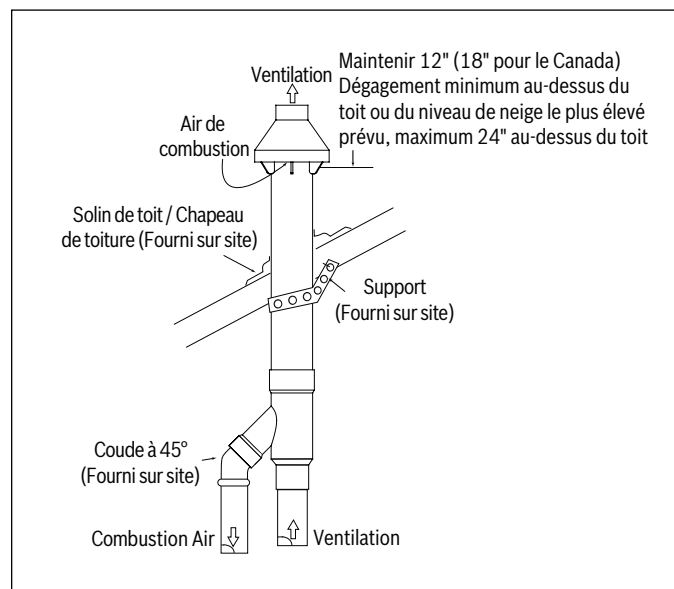

Figure 34
- Assemblez partiellement le kit de terminaison d'évent concentrique comme illustré à la Figure 34 et aux tableaux 15 et 16. Raccord d'évent concentrique en ciment Y sur un tuyau de kit de plus grand diamètre. Voir tableaux 15 et 16. Bouchon de pluie en ciment pour tuyau de kit de plus petit diamètre. Voir tableaux 15 et 16.
- Installez un raccord concentrique en Y cimenté et un ensemble de tuyaux à travers le trou de la structure et le soufflet de toit / solin fourni sur place. Voir la Figure 34.
Assurez-vous que la hauteur de terminaison est au-dessus de la surface du toit ou du niveau de neige prévu (12 pouces aux États-Unis ou 18 pouces au Canada). Si l'ensemble est trop court pour répondre à l'exigence de hauteur, les 2 tuyaux fournis dans le kit peuvent être remplacés par l'utilisation d'un tuyau en PVC SDR-26 (D2241) de même diamètre, fourni sur place. N'étendez pas la dimension « D » de plus de 60 pouces. Voir la Figure 34.